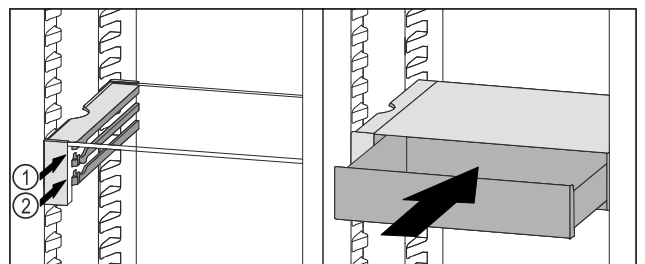

Fig. 70
- VarioSafe-Schubfach hinter den Stoppern auf gewünschter Rippe *Fig. 70 (1)* oder *Fig. 70 (2)* aufsetzen.